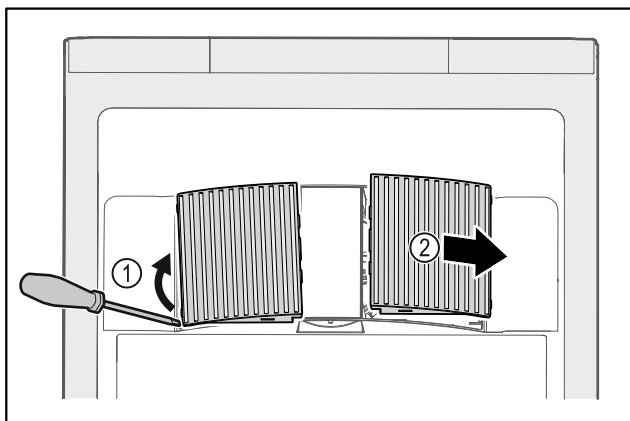

Fig. 176
- Bänd försiktigt loss fläktkåporna på sidan Fig. 176 (1) och ta av dem framåt Fig. 176 (2).